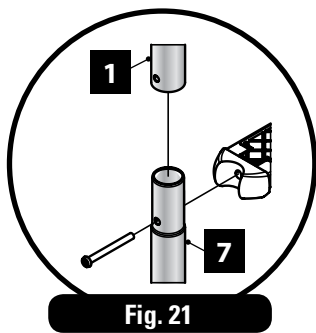

Fig. 21
EN • Assemble the upper handrail (1) and lower (7) introducing one into the other (figure 21). Fix the steps (6) into the handrails using the bolts (8), the washers (4) and the nuts (9).
- Position plugs (10) into the handrails to avoid the stepladder damaging the wall of the pool.
- When you have assembled the stepladder, place it on the edge with the handrail support (5) as a template.
- Inserte los embellecedores (2).
- Assembler la rampe supérieure (1) et inférieure (7) en les introduisant l'une dans l'autre (figure 21). Fixer les marches (6) aux rampes à l'aide des boulons (8), des rondelles (4) et des écrous (9).
- Positionner les tampons (10) sur les rampes pour éviter que l'échelle puisse abîmer la paroi de la piscine.
- Une fois l'échelle assemblée, positionner celle-ci sur la margelle en utilisant le support de rampe (5) comme gabarit.
- Insérer les enjoliveurs (2).
- Montieren Sie das obere Geländer (1) und das untere (7), indem sie eines in das andere stecken (Abb. 21). Befestigen Sie die Tritte (6) in den Geländern mit Hilfe der Bolzen (8), der Unterlegscheiben (4) und den Schrauben (9).
- Stecken Sie die Stöpsel (10) auf die Geländer, um zu vermeiden, dass die Treppe die Wand des Pools beschädigt.
- Nach dem Zusammenbau der Treppe befestigen Sie sie am Rand mit der Unterstüzung des Geländers (5) als Muster.
- Inserire le coperture (2).
- Monteer de bovenste trapleuning (1) en de onderste (7) door het ene deel in het andere te steken (afbeelding 21). Steek de sporten (6) in de trapleuningen met behulp van de bouten (8), de ringen (4) en de moeren (9).
- Plaats de doppen (10) op de leuningen om te voorkomen dat de trap de wand van het zwembad beschadigt.
- Wanneer de trap is gemonteerd, plaats haar aan de rand met de trapleuningsteun (5) volgens patroon.